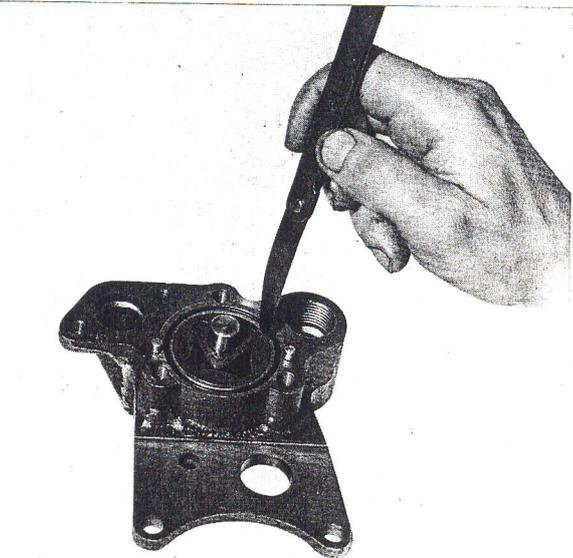

Fig. P9 — Vérification du jeu entre le rotor extérieur et le corps de pompe.
3. Vérifier le jeu entre le rotor extérieur et le corps de pompe (fig. P9) (voir « Jeux et Tolérances »).